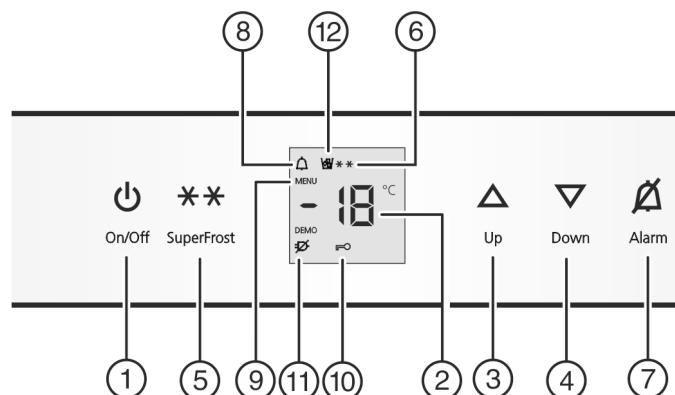

Fig. 2
- нажмите кнопку On/Off Fig. 2 (1).
- Активация режима настройки: удерживайте кнопку SuperFrost Fig. 2 (5) прибл. 5 секунд.
- Символ меню Fig. 2 (9) горит.
- Коротко нажмите кнопку SuperFrost Fig. 2 (5) для подтверждения.
► Для включения защиты от детей коротко нажмите клавишу SuperFrost Fig. 2 (5).
► Символ "Защита от детей" Fig. 2 (10) горит. На индикации мигает **c**.
► Для выключения защиты от детей коротко нажмите клавишу SuperFrost Fig. 2 (5).
► Символ защиты от детей Fig. 2 (10) гаснет. На индикации мигает **c**.
► Выход из режима настройки: нажмите кнопку On/Off Fig. 2 (1).
- Нажмите кнопку Alarm Fig. 2 (7).
Одновременно мигает индикация температуры и символ тревоги Fig. 2 (8).
Звуковой сигнал выключается автоматически, символ аварийного сигнала Fig. 2 (8) выключается и индикатор температуры перестает мигать, если температура снова становится достаточно низкой.
► Установка более высокой температуры: нажмите кнопку настройки Up Fig. 2 (3).
► Установка более низкой температуры: нажмите кнопку настройки Down Fig. 2 (4).